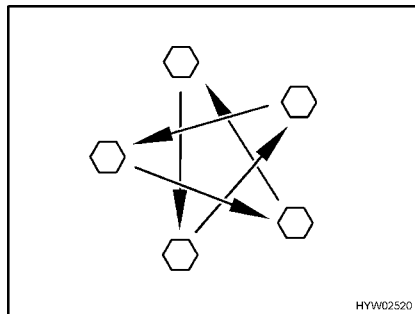

Bild 226 Dra åt hjulmuttrarna eller hjulbultarna korsvis
- Kontrollera regelbundet att hjulmuttrarna eller hjulbultarna är ordentligt åtdragna. Om du har bytt däck ska hjulmuttrarna eller hjulbultarna dras åt efter 5 mils körning (Bild 226).
- Då nya eller nylackerade fälgar används bör hjulmuttrarna eller hjulbultarna dras åt efter ca 100 till 500 mil (Bild 226).
- ▷ Dra åt hjulmuttrarna eller hjulbultarna korsvis (Bild 226).